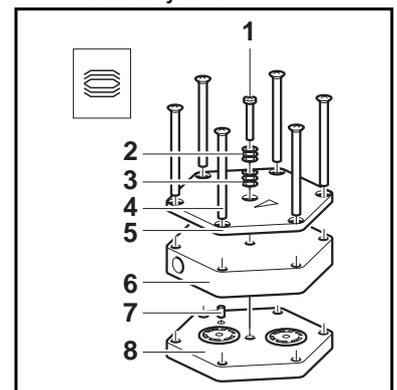

Fig. 9: Montar el cabezal de bomba
1. Aflojar manualmente las tuercas de racor (2) en la conexión neumática del cabezal (3). Girar el racor angular roscado (1) del cabezal de bomba (4) en sentido contrario a las agujas del reloj hasta que el tubo flexible de conexión se pueda extraer.
2. En ambos cabezales de bomba, marcar la placa de presión (Fig. 9/5), la tapa de cabezal (Fig. 9/6), la placa intermedia (Fig. 9/8) y el soporte de la membrana trazando una línea continua con el rotulador. Así se impide que las piezas se monten después incorrectamente.
2. Colocar la placa intermedia (8) en el soporte con placas de válvula/juntas según la línea de rotulador.
3. Colocar la tapa de cabezal (6) según la clavija de ajuste (7) sobre la placa intermedia (8).
4. Colocar la placa de presión (5) sobre la tapa de cabezal (6) según la línea de rotulador.
5. Apretar los tornillos (4) en cruz.
6. Colocar el tornillo (1) en el centro de la placa de presión (5) con resortes (2, 3). Observar para ello la correcta posición de los resortes (véase la Fig 9).
7. Apretar el tornillo (1) hasta que la cabeza de tornillo esté enrasada. Apretar el tornillo media vuelta más.
Membrana y placas de válvula cambiadas	<ul style="list-style-type: none"> ➔ Asegurarse de que se han insertado las arandelas de ajuste en la rosca de membrana. ➔ Comprobar la hermeticidad de la conexión del cabezal y las conexiones de tubo flexible. ➔ En caso necesario, apretar en cruz y con cuidado los tornillos externos (Fig. 9/4) de la placa de presión.